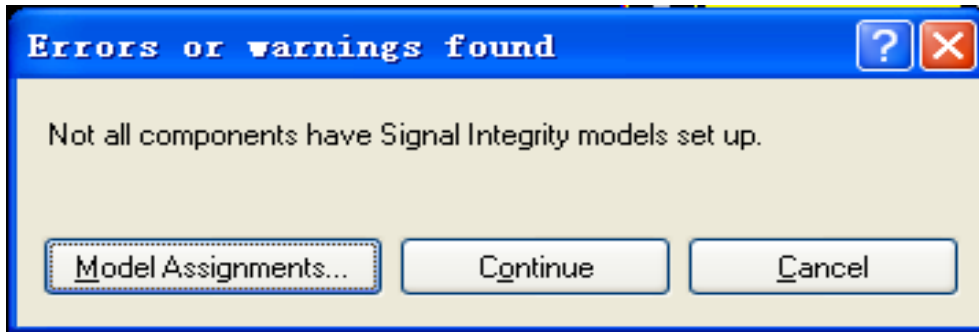
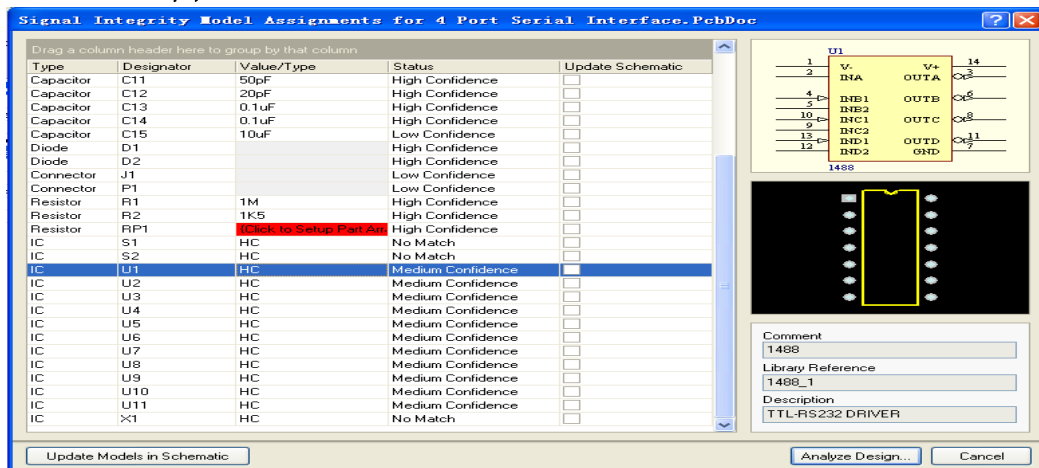
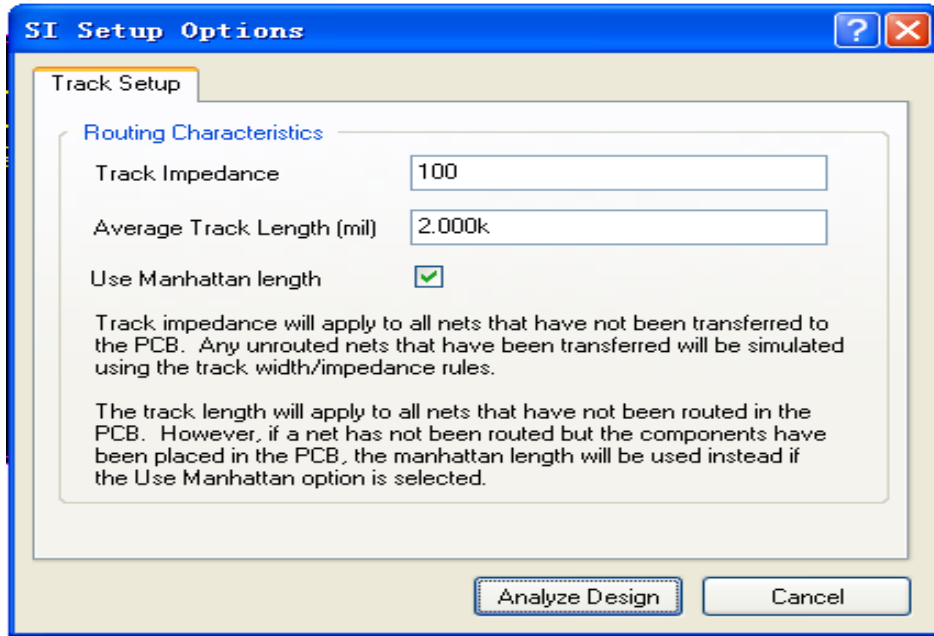

图 5
图 6
图 10
- 选择 **Tools\Signal Integrity ...**，在弹出的窗口中 (图 5) 选择 **Model Assignments...**，就会进入模型配置的界面 (图 6)。
- 在图 6 所示的模型配置界面下，能够看到每个器件所对应的信号完整性模型，并且每个器件都有相应的状态与之对应，关于这些状态的解释见图 7：
- 二、在图 6 所示的窗口，选择左下角的 **Update Models in Schematic**，将修改后的模型更新到原理图中。
- 三、在图 6 所示的窗口，选择右下角的 **Analyze Design...**，在弹出的窗口中（图 10）保留缺省值，然后点击 **Analyze Design** 选项，系统开始进行分析。